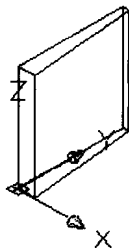

图 2-4 绘制垫圈主体
(5) 变换显示视图。将得到的拉伸实体转到东南等轴测视图中显示, 结果如图 2-4 所示。
(6) 绘制圆柱体。